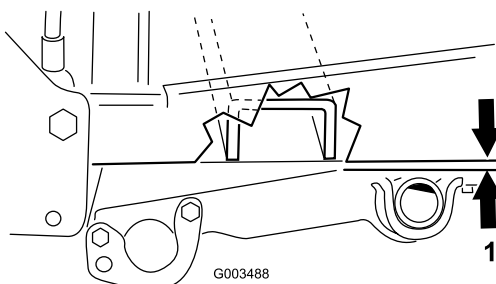

Bild 17
2. Messen Sie den Abstand zwischen dem Rahmen der Zugmaschine und dem Schwenkrohr, siehe Bild 17.